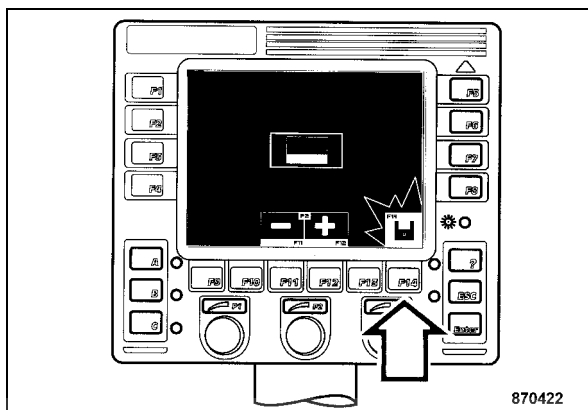

fig. 83
- Appuyer sur la touche "F14" pour sauvegarder la langue choisie (fig. 83). Le symbole "Mémoriser" s'allume momentanément en vert sur le diplay.